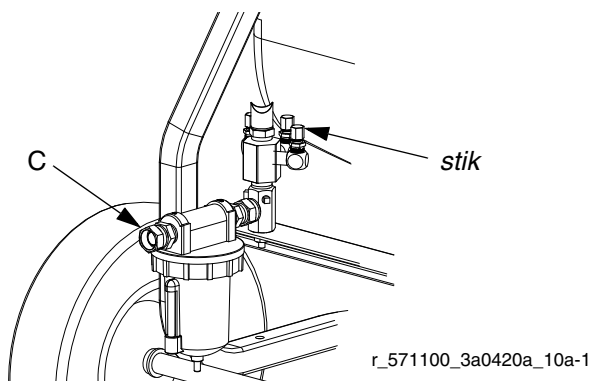

FIG. 8
2. Tag opløsningsmiddelpumpens stik ud efter behov, og tilføj luftslanger til fødepumpen. Se pumpehåndbøger for opstillingsvejledning. Se FIG. 8.